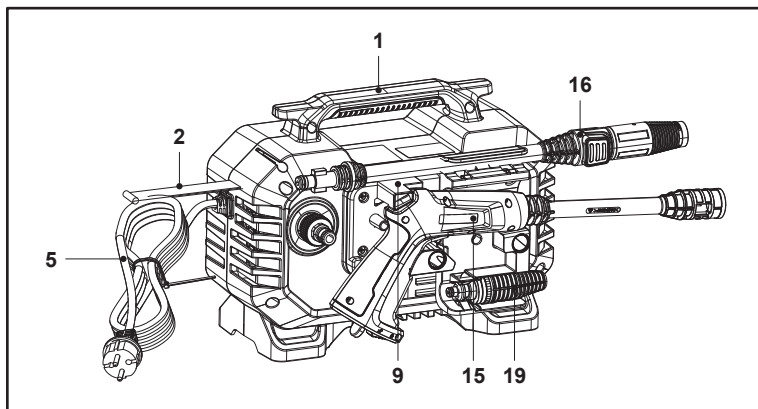

Fig. 17
2. Fixează cablul de alimentare (5) folosind cureaua de fixare (2) și menține cureaua de fixare (2) în poziție prin fanta de pe partea superioară a aparatului.
3. Depozitează pistolul pulverizator (15), extensia de lance (16) și duza (18 / 19) în suporturile aferente (12, 10, 11) așa cum se arată în Fig. 17.
4. Transportă întotdeauna aparatul ținându-l de mânerul superior (1).